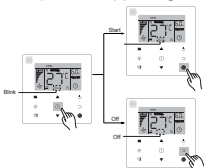

Figura 6.14
- Ligar/desligar a função "ECO": prima o botão  (Função) para mudar para a função "ECO" (" " começa a piscar), e prima o botão  (Confirmar) para ligar a função ou no botão  (Cancelar) para desligar a função (ver Figura 6.14).